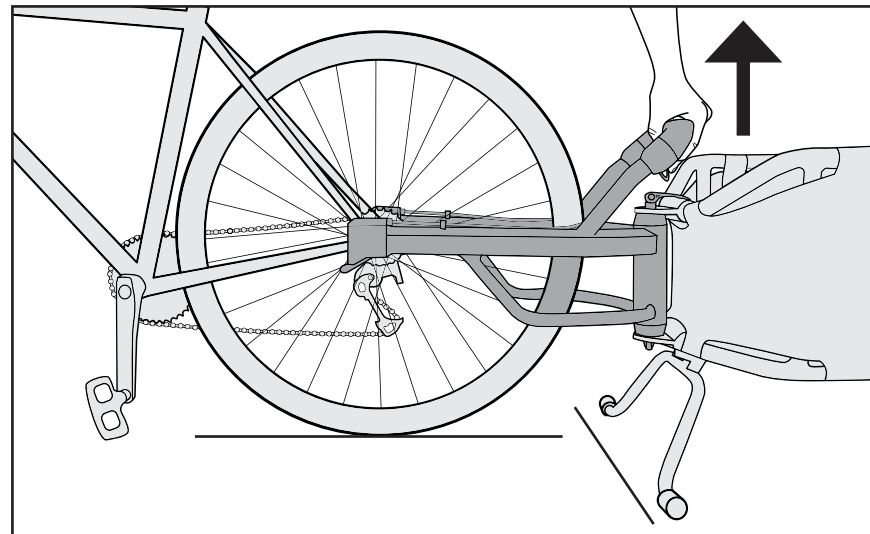

Figure 15
6. Lift trailer yoke to ensure connection is engaged. (Figure 15)
6. Soulevez l'attelage de la remorque pour vous assurer qu'il est bien fixé. (Figure 15)
6. Heben Sie die Anhängergabel an, um zu kontrollieren, dass die Verbindung eingerastet ist. (Abbildung 15)